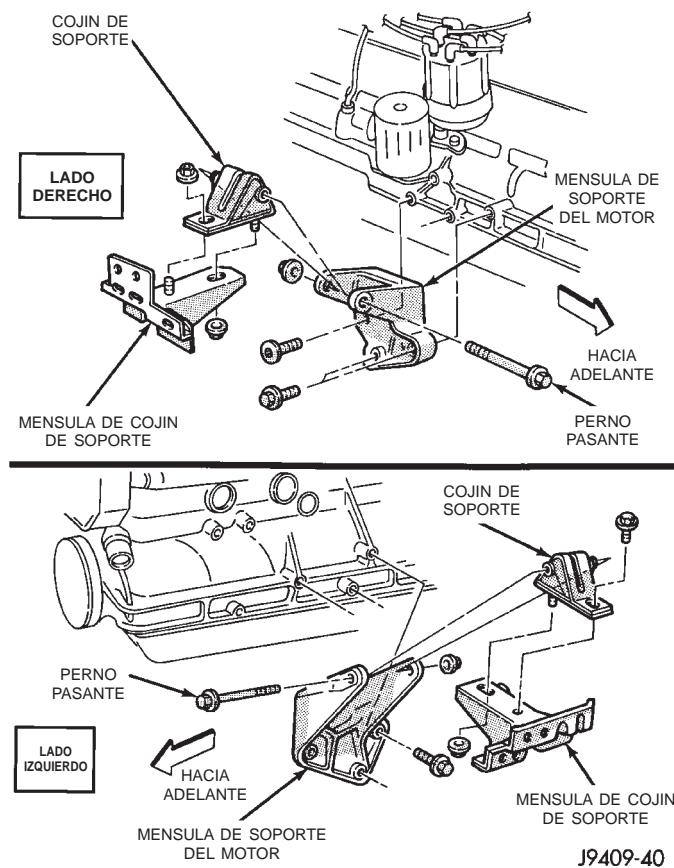

Fig. 23 Soportes delanteros
- (1) Desconecte el cable negativo de la batería.
- (2) Eleve el vehículo.
- (3) Apoye el motor.
- (4) Retire la tuerca del perno pasante (Fig. 23). NO retire el perno pasante.
- (5) Retire los pernos de retén y las tuercas de los cojines de soporte (Fig. 23).
- (6) Retire el perno pasante.
- (7) Retire los cojines de soporte.
(1) Si se ha retirado el soporte del motor, emplace la ménsula en el bloque e instale los pernos de fijación (Fig. 23). Apriete los pernos de la ménsula de soporte del motor con una torsión de 61 N·m (45 lbs. pie).
(3) Coloque los cojines de soporte en su posición en las ménsulas de cojines de soporte (Fig. 23). Instale y apriete los pernos y las tuercas con una torsión de 41 N·m (30 lbs. pie).
(4) Instale el perno pasante y la tuerca de retén (Fig. 23). Apriete la tuerca del perno pasante con una torsión de 65 N·m (48 lbs. pie).
- (5) Retire el apoyo del motor.
- (6) Descienda el vehículo.
- (7) Conecte el cable negativo a la batería.